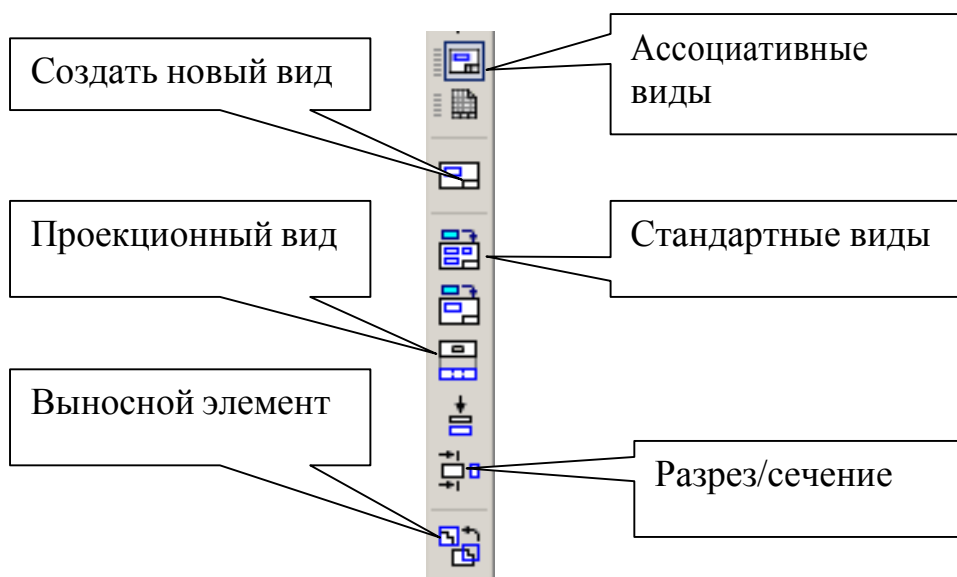

Рис. 3
- Активизируйте кнопки: *Ассоциативные виды* и *Стандартные виды*, рис. 3.